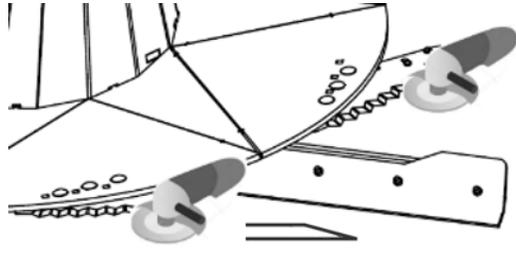

Figure 62 — Meulage des dents des couteaux
2. Quand les dents de tous les couteaux sont usées, meulez les dents pour leur rendre leur tranchant (Figure 62).